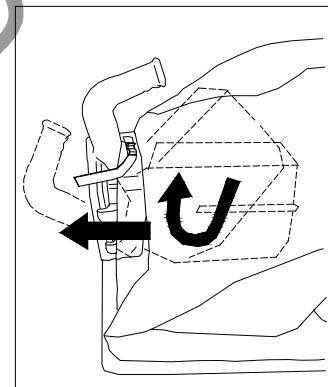

Fig. 2
4. **VECKLA UT** skräppåsen (artikel 21) och fäst påsens hals i snabbkopplingen (artikel 12). Fäst den säkert i husets utlopp (artikel 1). (Se Fig. 2 och 3.)